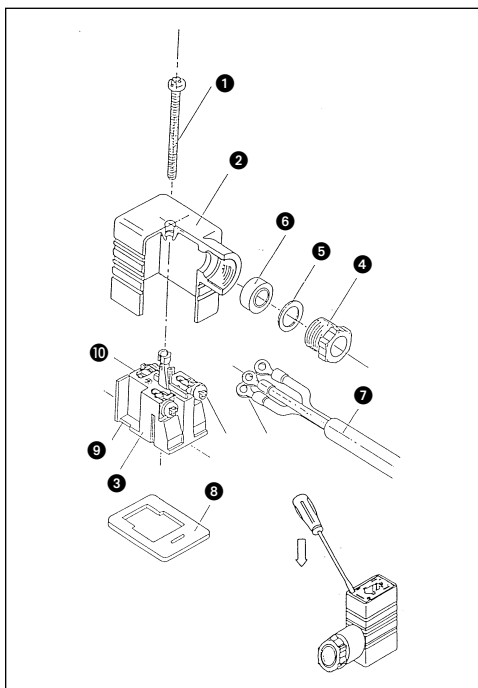

Fig. 3
### Smontaggio (Fig. 3)
3. La tacca 9 indicata da una freccia è sulla parte inferiore della morsettiere 3. Inserire la lama di un cacciavite nello spazio tra l'alloggiamento 2 e la morsettiere 3 e rimuovere l'alloggiamento 2 facendo leva per rimuovere la morsettiere 3. Fare riferimento alla Fig. 3.
### Cablaggio (Fig. 3)